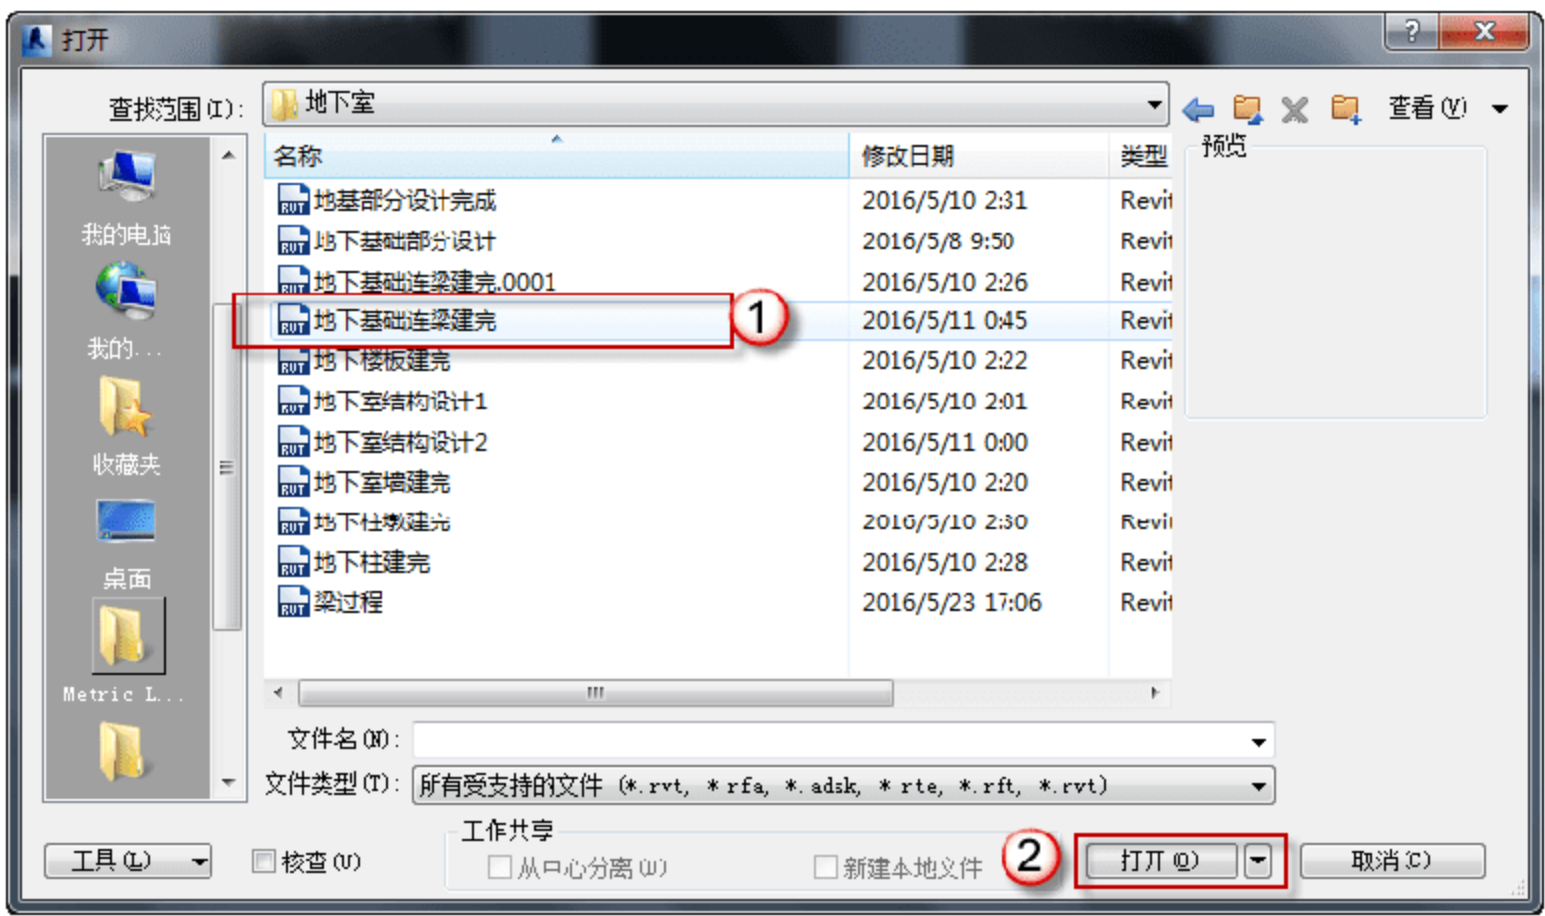

图 3.1.80 打开地下室底板文件
(1) 打开项目文件。单击“打开”按钮，在弹出的对话框中打开保存的文件，或者直接单击“历史项目”按钮，如图 3.1.80 所示。